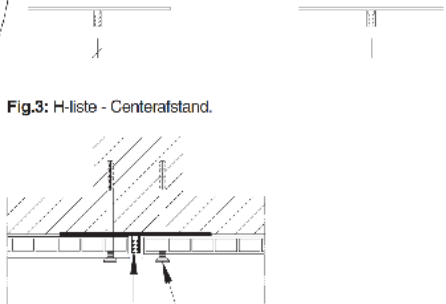

Fig.3: H-liste - Centerafstand.
5.2 Fastgørelse af H-listen: (Se fig. 3 og 4)